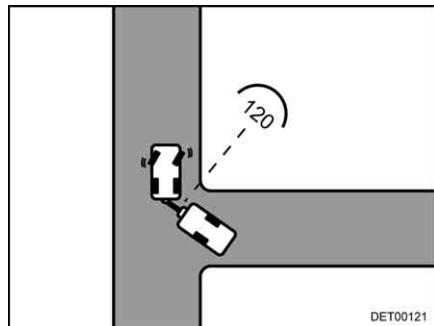

Fig. 20 Recorrido
- Detenerse una vez que se haya alcanzado un ángulo de aprox. 120° entre los vehículos (Fig. 20).